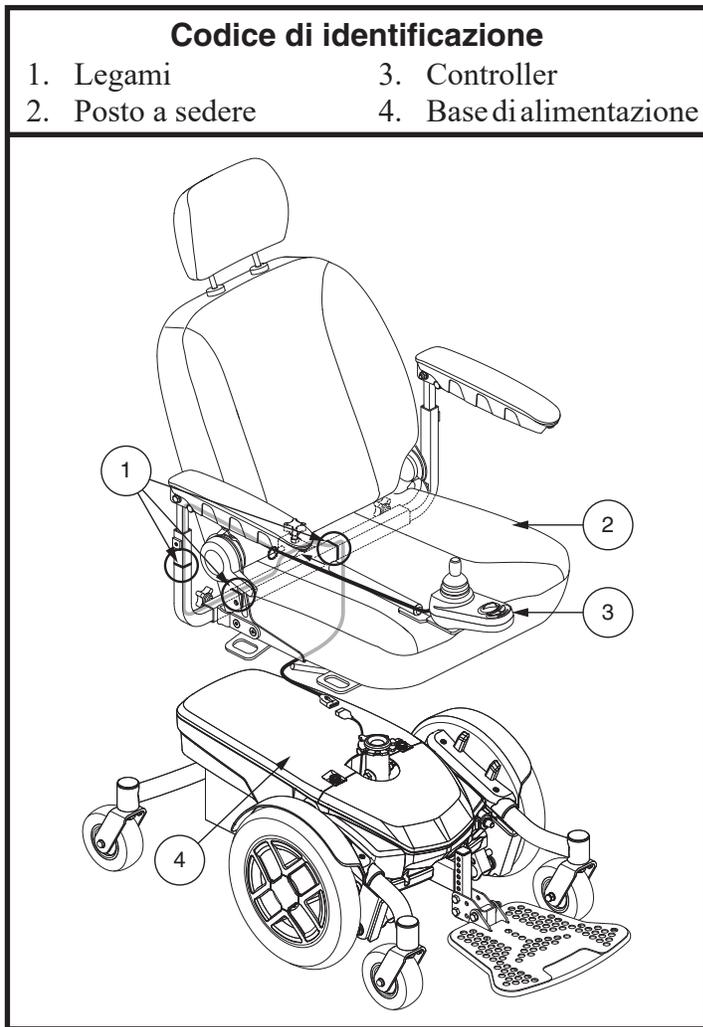

Figura 7. Cablaggio della centralina su un sedile sagomato
3. Sollevare il bracciolo verso l'alto, quindi instradare il cablaggio della centralina e fissarlo con le fascette come mostrato nella **figura 7**.
9. Indirizzare il cablaggio della centralina lungo il telaio del sedile e fissarlo con fascette. **Vedere figura 7.**